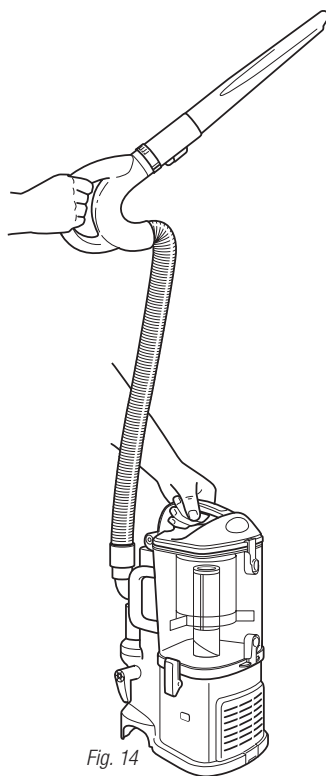

Fig. 14
- 4 Mettez l'interrupteur marche/arrêt en position "I" pour mettre l'aspirateur en marche pour le nettoyage des surfaces élevées et tenez la poignée dans une main pendant que vous transportez le chariot amovible de l'autre main. (Fig. 14)
- 3 **Votre aspirateur a une puissance d'aspiration immense. Ajustez le niveau d'aspiration avec la sortie d'aspiration située sur la poignée. Ouvrez la vanne (a) en tournant le collet en sens inverse des aiguilles d'une montre à 90° pour une aspiration basse lorsque vous effectuez des travaux légers, tels que draperies et surfaces délicates. Fermez la vanne (a) en tournant le collet dans le sens des aiguilles d'une montre à 90° pour une aspiration élevée et lorsque vous utilisez les accessoires portatifs. (Fig. 14)**